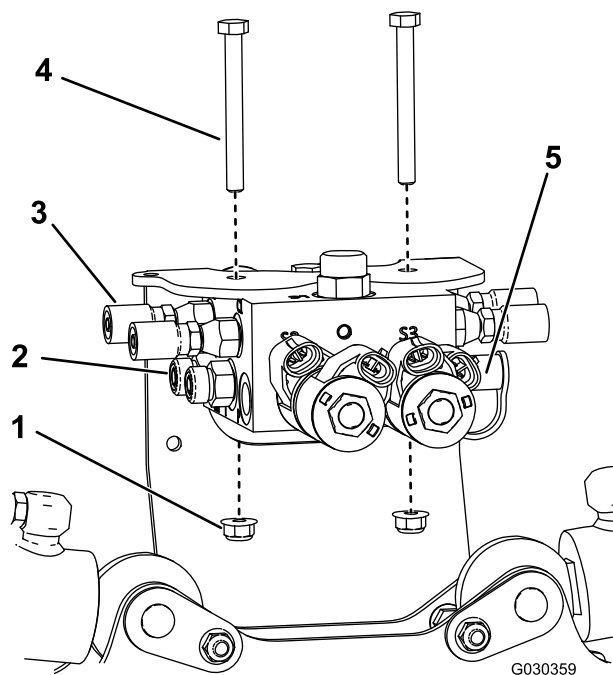

Figura 5
10. Montate il nuovo blocco collettore idraulico sulla staffa del supporto della valvola servendovi dei 2 bulloni (5/16 x 3 poll.) e 2 dadi di bloccaggio (5/16 poll.) precedentemente rimossi (Figura 5).
8. Montate i raccordi idraulici nelle aperture da C1 a C4 sul nuovo blocco collettore idraulico (Figura 5).
9. Montate i 2 connettori idraulici e l'apertura dell'indicatore sul nuovo blocco collettore idraulico (Figura 5).